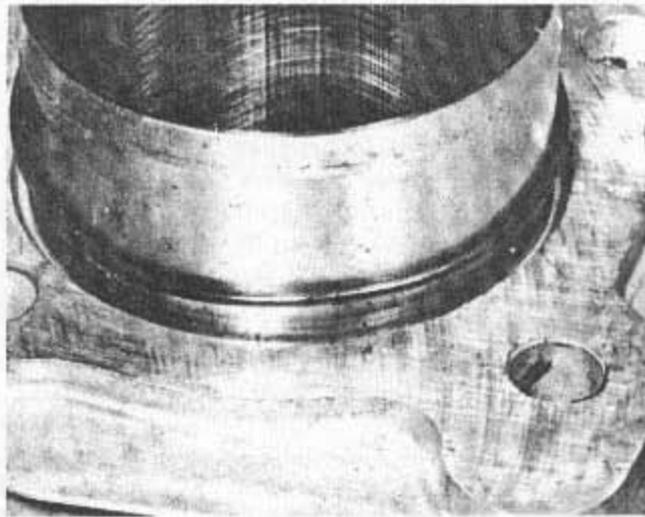
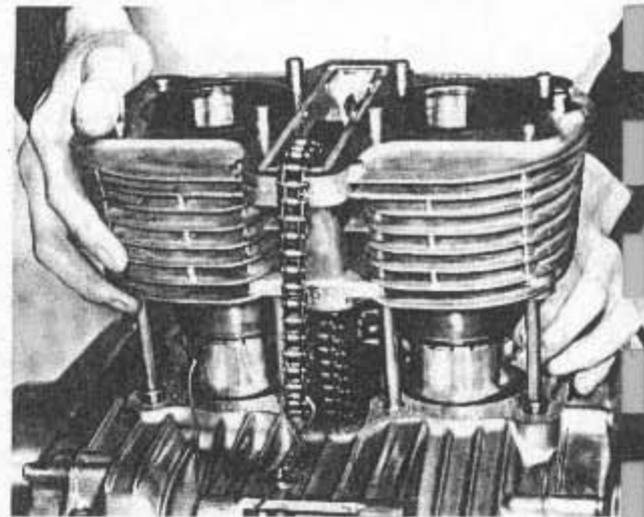

Bild 143
Bild 144
- Am Fuss der zwei äusseren Zylinderstehbolzen hinten finden sich umlaufende Gehäuseaussparungen, in welche je ein neuer Dichtring einzulegen ist. Anschliessend schiebe man eine neue Zylinderfussdichtung über die Stehbolzen (Bild 144). Man prüfe, ob die vorderen Zylinderstehbolzen aussen mit ihren Passhülsen versehen sind. Jede Laufbuchse ist mit einem neuen O-Ring zu bestücken (Bild 143). Die O-Ringe werden bis zum Anschlag über die Buchsen geschoben, so dass sie korrekt in die dafür vorgesehenen Nuten zu liegen kommen.